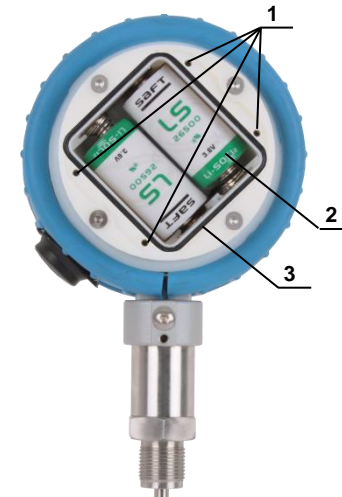

Рисунок 2.2
2.4.3 В тыльной части корпуса МТИ-100/М4 расположен батарейный отсек (см. рисунок 2.2).
2.4.3.1 Внутри корпуса МТИ-100/М4НГ расположен батарейный отсек (см. рисунок 2.2а).
Рисунок 2.2а